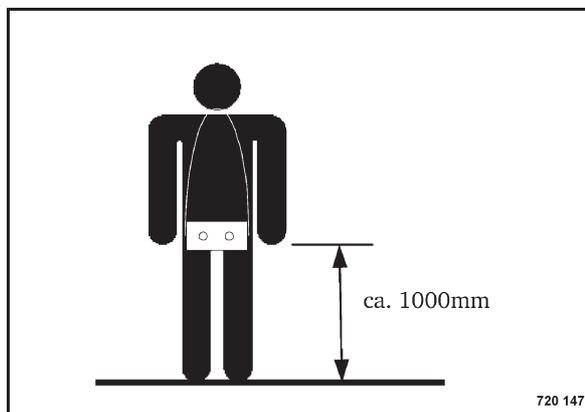

Bild 5
- Die Fernsteuerung muss bestimmungsgemäß vor dem Körper getragen werden (Bild 5).